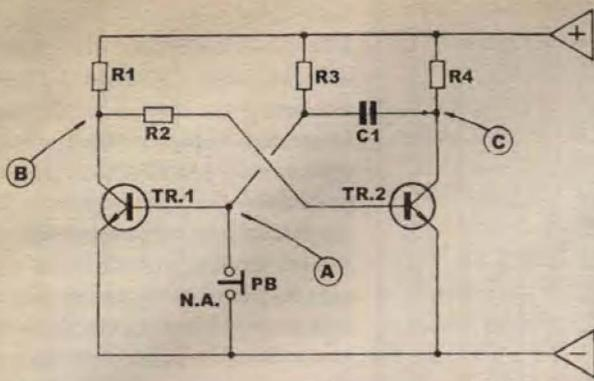

Fig. 3
- FIG. 3 - O MONOESTÁVEL, ESTRUTURA E INTENÇÕES... - Uma *necessidade* específica de comportamento circuitual, bastante frequente, justifica o MONOESTÁVEL: sempre que se precisa *transformar* um pulso *muito curto* (seja eletronicamente gerado, seja disparado pelo mero acionar de uma chave ou *push-button*...) num pulso retangular largo, bem definido, ou mesmo em uma temporização específica, normalmente recorre-se à estrutura do dito MONOESTÁVEL, que guarda um óbvio *parentesco* organizacional com os já estudados
ASTÁVEL e BIESTÁVEL... Pelo diagrama básico (FIG. 3) dá pra notar a semelhança da organização em *gangorra*, porém com a nitida diferença de que o acoplamento *cruzado* entre os dois módulos (que são normalmente *simétricos* no ASTÁVEL e no BIESTÁVEL...) é feito numa *direção* por resistor (R2), e na outra por capacitor (C1), associado com um resistor (R3). Como sempre, para entender o funcionamento do arranjo, devemos partir de um pressuposto... No caso, digamos que o transistor da direita, TR2, se encontra inicialmente *desligado*... Isso significa que o ponto C (coletor do dito transistor) mostra uma tensão muito próxima da apresentada pela linha do positivo da alimentação (9V, no caso...). Nessa circunstância inicial hipotética, o capacitor C1, ainda que tivesse alguma carga, a *perderia*, através do percurso proporcionado por R3 e R4... Como sabemos, um capacitor descarregado mostra, nos seus dois terminais, idêntico potencial... Assim, na ausência de outros efeitos no circuito, a tendência é que a junção de C1 com R3 também assumira potencial correspondente a 9V (no caso da estrutura/exemplo...). Mas existem alguns aspectos que ainda não analisamos: a mencionada junção de C1 com R3 se encontra ligada ao terminal de base de TR1 (ponto A). Sabemos também que quando o dito ponto A atinge uma tensão correspondente a 0,6V (esse é um valor constante - como já vimos - nas junções dos transistores comuns de silício...) com relação ao potencial visto pelo emissor do mesmo transistor, uma definitiva corrente de base se estabelecerá - no caso, circular - do via R3, com o que o ponto A assumirá um nível positivo máximo de... (adivinham...) 0,6V. Acontece que a corrente de
Vejamos, agora, como o arranjo reagiria a um evento muito rápido, externamente induzido (no caso pela presença do interruptor momentâneo, *push-button* N.A., introduzido entre o ponto A e a linha de terra...). Já sabemos que o único estado estável, definitivo, do circuito, corresponde a TR1 *ligado* e TR2 *desligado*... Podemos *bagunçar* a *monoestabilidade* do arranjo, simplesmente colocando - *na marra* - TR1 em estado *desligado*...! É fácil fazer isso, bastando pressionar momentaneamente PB no arranjo da FIG. 3, *curto-circuitando* o ponto A com a linha de terra... Quando isso acontece, o coletor de TR1 (ponto B) é instantaneamente levado ao potencial da linha do positivo da alimentação (9V, no caso...). Consequentemente, a base de TR2 passa a receber corrente de polarização via R1 e R2... Então, TR2 *liga*, com o que o ponto C (coletor do dito cujo...) rapidamente é levado a zero volt... A súbita mudança da carga na placa de C1 ligada ao coletor de TR2 induz uma mudança